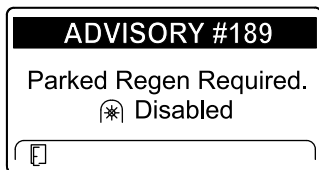

Рисунок 54
- Если вы не выполните стационарную регенерацию в течение 2 часов, дисплей инфо-центра отобразит сообщение «Требуется стационарная регенерация — вал отбора мощности выключен» — ИНФОРМАЦИОННОЕ СООБЩЕНИЕ № 189 (Рисунок 54).